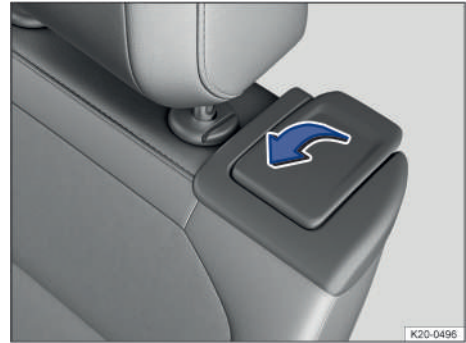

Fig. 109 Segunda fila de asientos: mandos de la ayuda de acceso.
3. Tire de la palanca de desbloqueo → **fig. 109** hacia delante, en el sentido de la flecha, incline el respaldo del asiento hacia delante y desplace el asiento en esa misma dirección.
2. Tire de la palanca de desbloqueo → **fig. 109** y levante el respaldo del asiento de modo que quede en posición vertical.